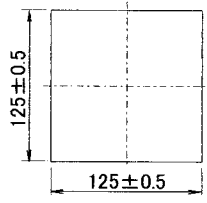

図4
- ①キャビネットの外側面に取付寸法図に従って抜き穴加工してください。(図4)